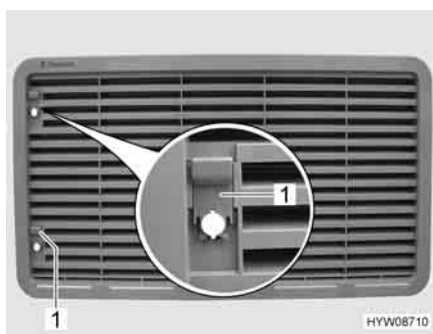

Fig. 143 Griglia di aerazione del frigorifero
- Spingere il cursore (Fig. 143,1) verso l'alto.